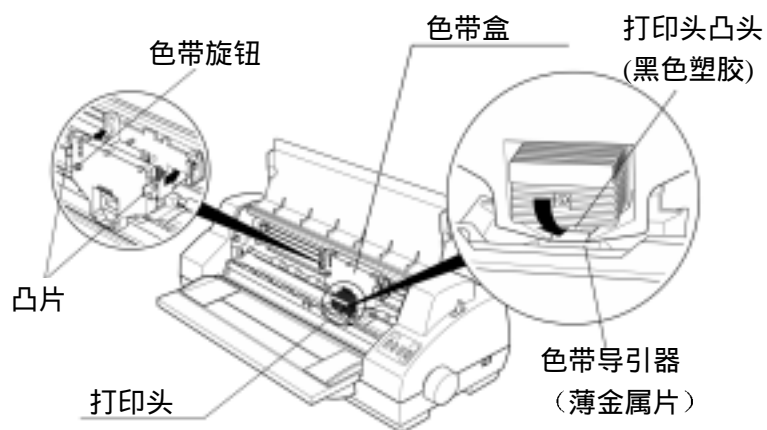

图 2-8 安装色带盒
- 6、色带芯向下，用双手将色带盒装入打印机中，如图 2-8 所示。